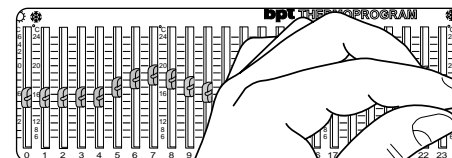

Fig. 21
8.2 - Portare il cursore  (fig. 21) in corrispondenza della temperatura desiderata (riferendosi alla scala **6÷24°C** per il programma di riscaldamento ed alla scala **20÷36°C** per il programma di raffreddamento).